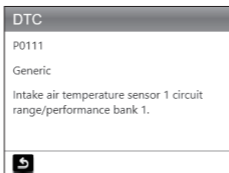

図 6.1.3
2. 故障コード P0111 を例えます（図 6.1.3 を参照）。AL500B は、コードの定義を提供します（吸気温度センサー 1 回路範囲 / 性能庫 1）。